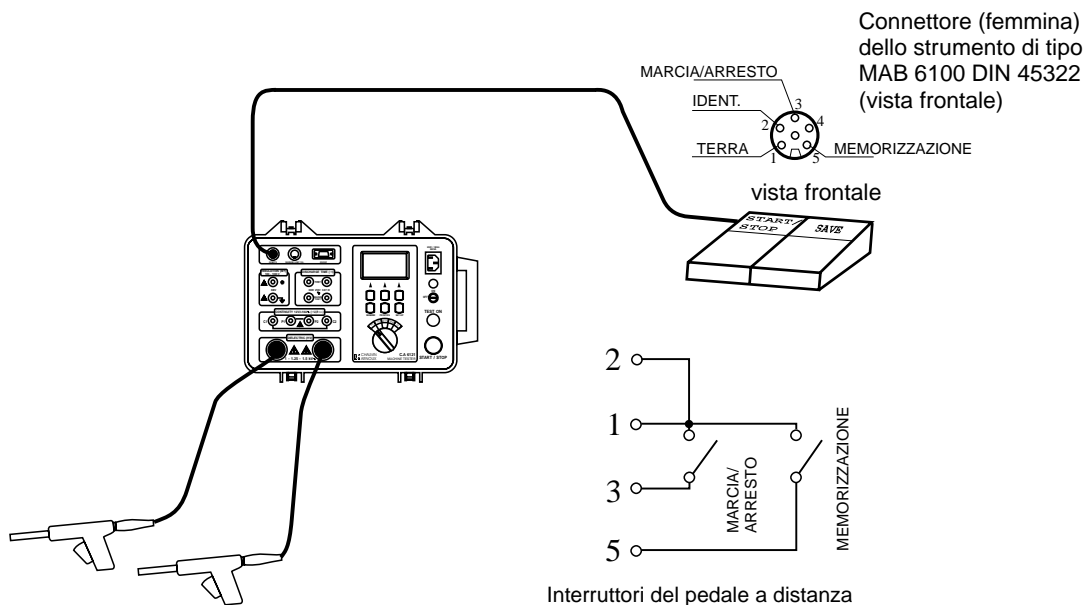

Fig.41. Collegamento del pedale di comando a distanza al C.A 6121 MACHINE TESTER.
1. Collegare il pedale di COMANDO A DISTANZA allo strumento come illustrato in fig 41.